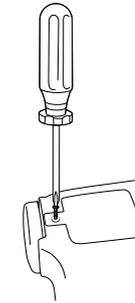

Fig. 11
**3** Dévissez la languette et retirez le compartiment de batterie. **(Fig. 11)**